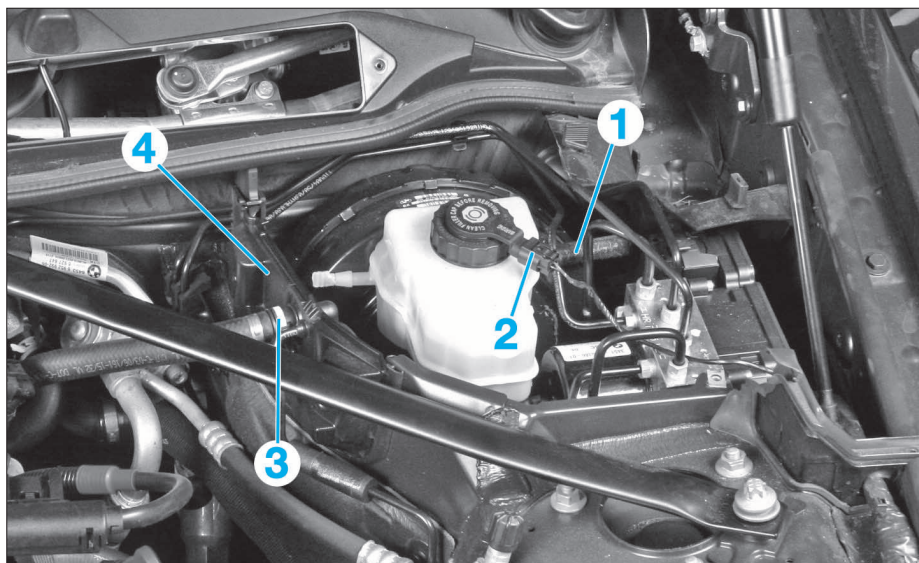
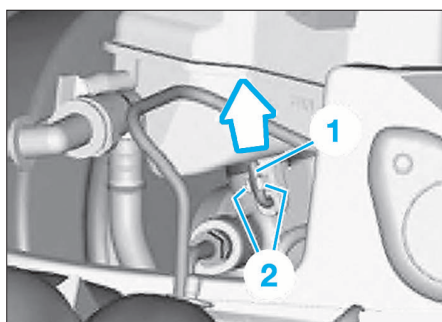

FIG. 11
FIG. 12
- Débrancher le flexible d'alimentation (1) du circuit hydraulique d'embrayage (Fig.11).
- Déverrouiller et débrancher le connecteur (2).
- Défaire le raccord rapide (3) et débrancher la conduite de dépression.
- Sortir la conduite de frein du support en caoutchouc et démonter le cache (4).
- Dégager la goupille (1) des clips (2) et la retirer (Fig.12).